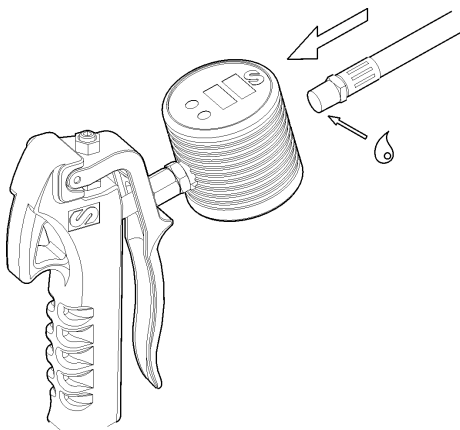

Fig. 2
1. Install the outlet extension to the outlet thread of the meter and tight it well (fig 2).
1. Coloque la extensión a la salida de la pistola y apriete firmemente (Fig. 2).